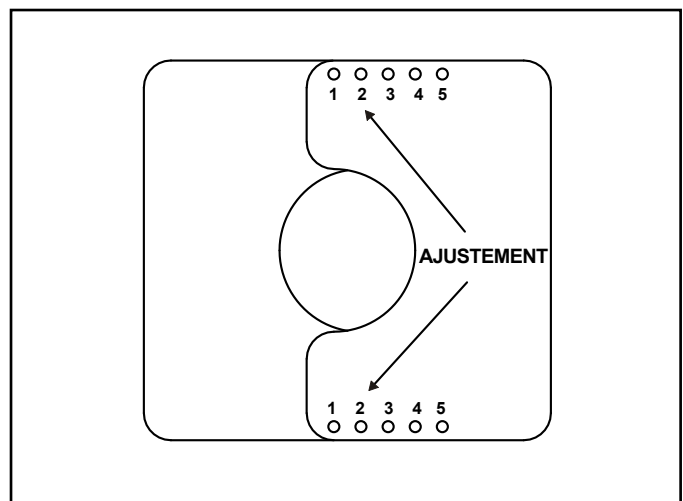

Figure 4.11 Positionner le réducteur d'échappement
3. Le réglage pour CRAVE4836, CRAVE6048, CRAVE7260 et CRAVE8472 est 2-2. Alignez les trous marqués « 2 » de la pièce numérotée du réducteur d'échappement avec le trou de l'autre morceau du réducteur. Voir la figure 4.11. Alignez les pièces du réducteur d'échappement de manière à ce que les trous de guidage à l'intérieur de la chambre de la boîte à feu. Utilisez deux vis autotaraudeuses de 1/2 po pour fixer le réducteur de conduit à l'écran thermique de la boîte à feu.
2. Le réglage pour CRAVE4836ST, CRAVE6048ST, CRAVE7260ST et CRAVE8472ST est un ajustement de 64 mm (2,5 po), ou 2-2. Alignez les trous marqués « 2 » de la pièce numérotée du réducteur d'échappement avec le trou de l'autre morceau du réducteur. Voir la figure 4.11. Centrez le réducteur d'échappement sur le conduit d'évacuation et fixez en place avec deux vis autotaraudeuses de 1/2 po.